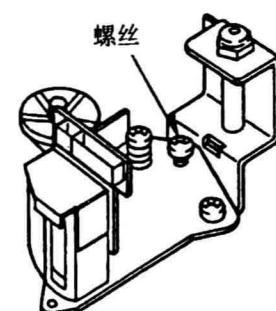
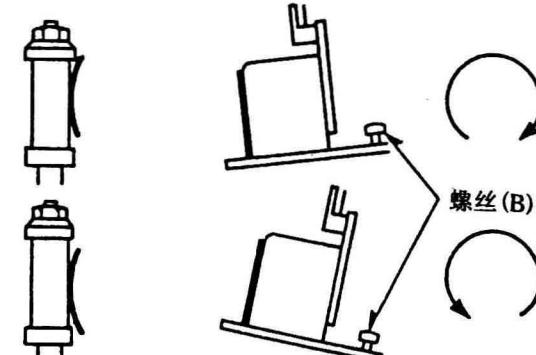

图58
图59
②如果磁带的上边缘和下边缘有波动或起褶，则转动位于音／控磁头背部的螺丝(B)，校正音／控磁头的倾斜度，如图58和图59所示。
(3) 调整音／控磁头高度